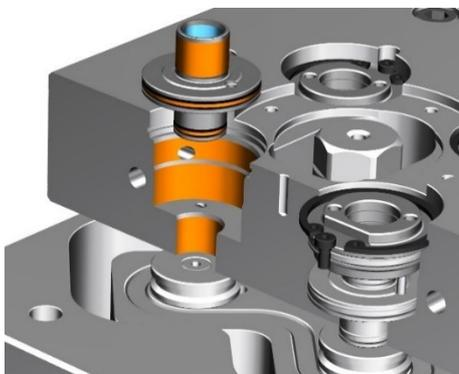

Abbildung 43: Einzufettende Bereiche
- 3) Fetten Sie die O-Ringe am Zylinderkolben und die Laufflächen mit Hochleistungsschmierstoff (HASCO Z260) ein (orange markierte Bereiche in Abbildung 43). Der blau markierte Bereich muss fettfrei bleiben.
- 3) Fetten Sie die O-Ringe auf der Kolbeneinheit und die Laufflächen mit Hochleistungsschmierstoff (HASCO Z260) ein (blau markierte Bereiche in Abbildung 43).